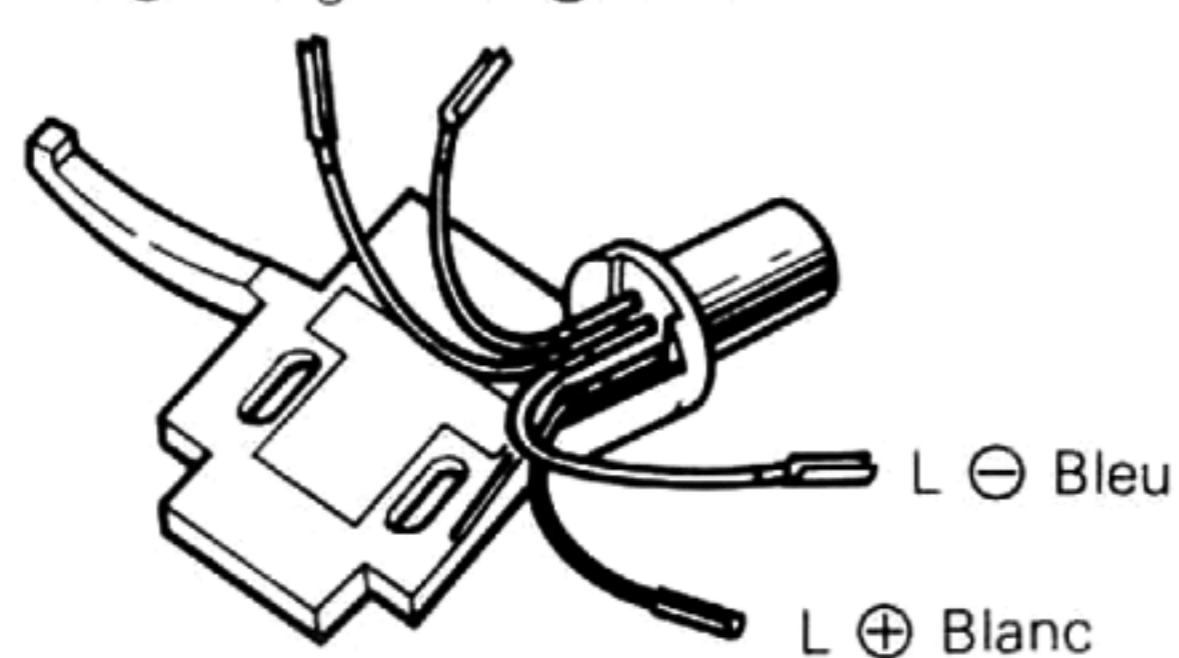

Fig. 6
- * Les polarités et les canaux L (gauche) et R (droit) de la coquille sont indiqués sur la Fig. 6. Les connexions doivent être faites en fonction de l'indication de borne de la cellule.